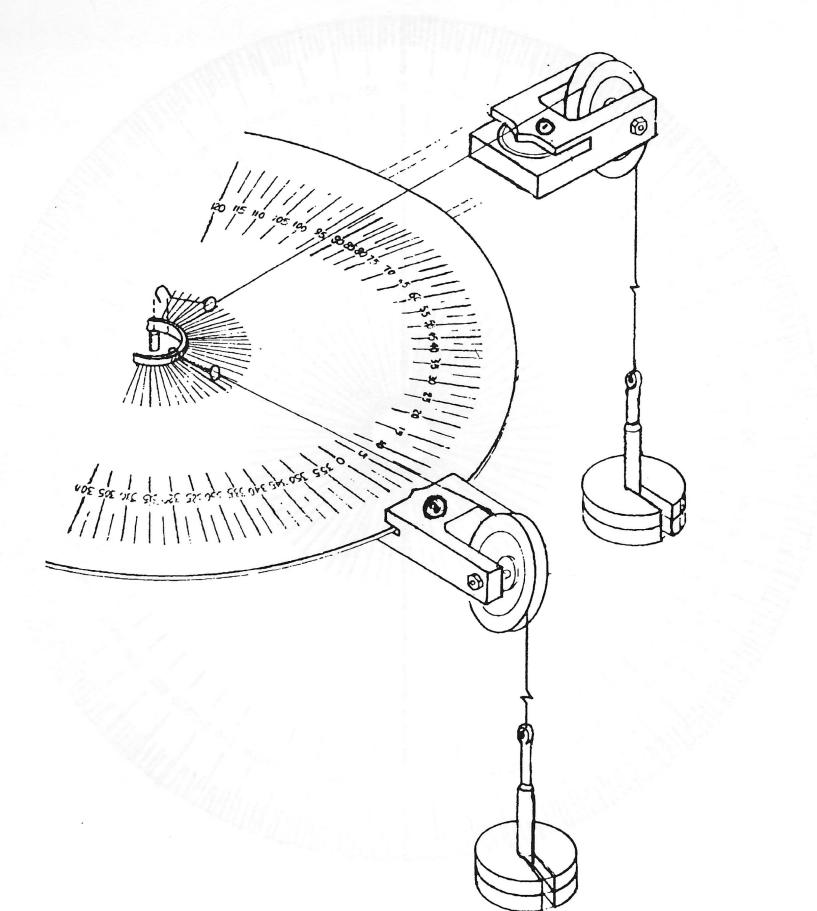

Figura 6. Cuerda sosteniendo las pesas y conectando el Anillo Metálico.
- 4.- Coloque en el Plato los Portapesas, cuidando que estos queden totalmente insertados en la periferia del Plato. Ver figura 6.
- 6.- Una vez que se han ensamblado los Portapesas con sus respectivos juegos de pesas, instalelos en la Mesa de Fuerzas. Ver figura 6.
- 2.- Ajuste con sus manos la cuerda que sujeta al gancho, hasta lograr que ésta, quede colineal al vástago del gancho. Tal como se indica en la figura 6.